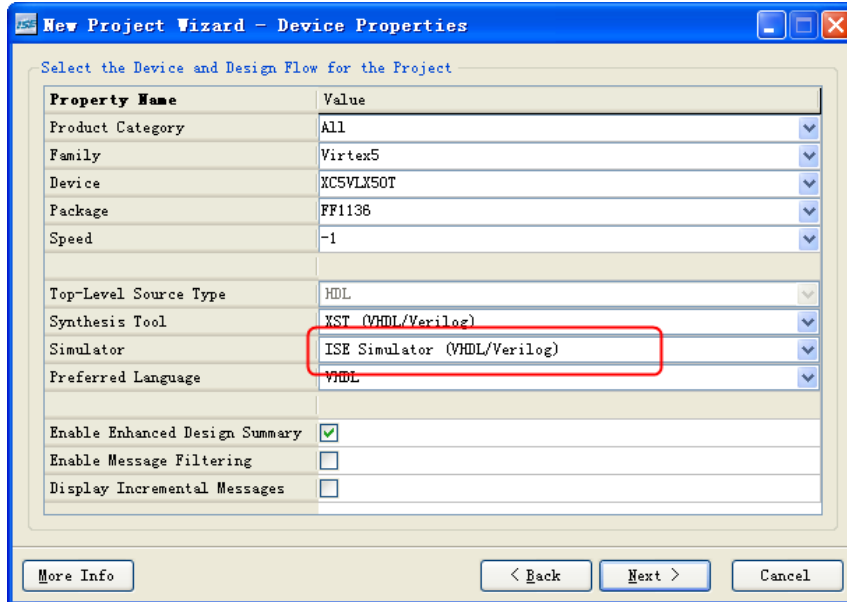

图 2.41 指定 ISE 项目的仿真器
(1) 新建 ISE 项目的时候需要选择仿真器为“ISE Simulator”，如图 2.41 所示。